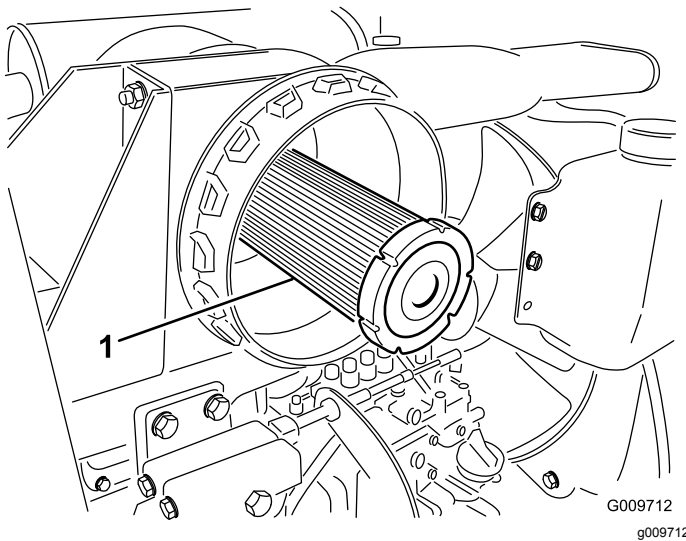

Figure 28
**Important:** N'essayez jamais de nettoyer l'élément de sécurité (Figure 28). Remplacez-le une fois sur trois, quand vous effectuez l'entretien du préfiltre.